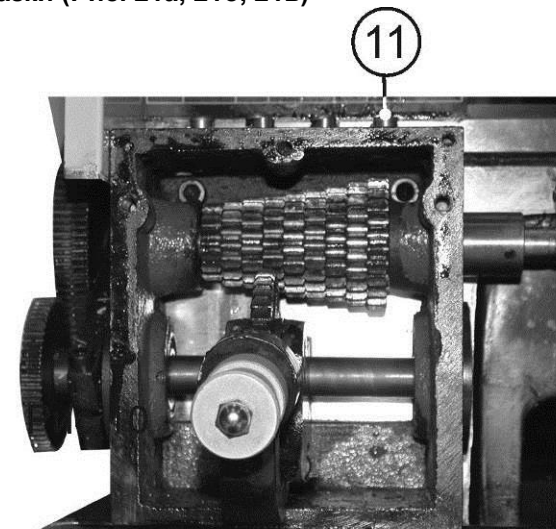

Рис.21
11.2. Схема смазки (Рис. 21а, 21б, 21в)
Рис.21а
Рис.21б